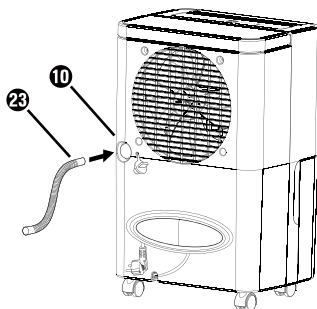

Fig. 4
- ◆ Enfilez soit le flexible **23** fourni soit l'adaptateur pour tuyau d'arrosage UE **24** sur l'orifice de sortie d'eau **10** (voir les figures 4 et 5).